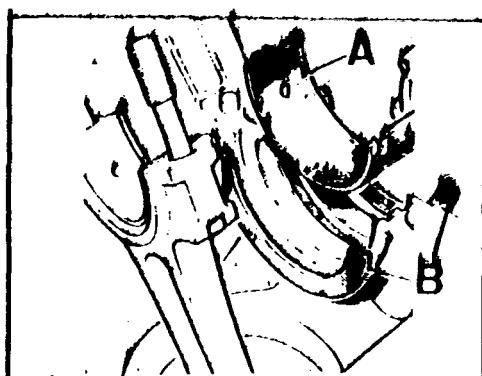
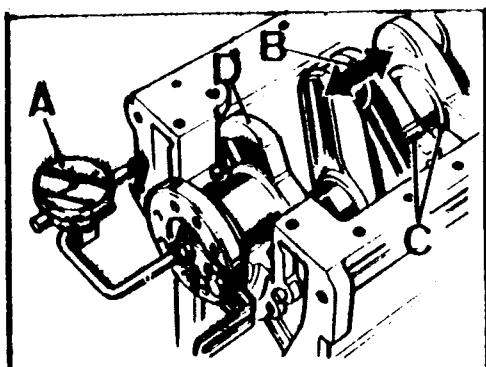

Fig. A3-97 Desmontaje de semicojinetes superiores y arandelas de empuje
Fig. A3-98 Comprobación del juego longitudinal del cigüeñal
- 1.6. Retirar el cigüeñal, los semicojinetes superiores, A (Fig. A3-97) y las arandelas de empuje, B, situadas una a cada lado del cojinete central.
- 2.3. Situar las arandelas de empuje, B (Fig. A3-97) a cada lado del cojinete central. Limpliar perfectamente las muñequillas y muñones del cigüeñal, así como los semicojinetes y lubricarlos abundantemente con aceite del motor.
- 2.4. Montar el cigüeñal e instalar en su brida un comparador de reloj, A (Fig. A3-98) por medio del soporte 530106. Medir el juego longitudinal que deberá ser de 0,05 a 0,15 mm. Si no fuera así corregir por medio de las arandelas de empuje, B (Fig. A3-97).
- 1.8. Se instalarán los semicojinetes superiores perfectamente limpios y las arandelas de empuje, B (Fig. A3-97). Montar el cigüeñal con las muñequillas limpias y secas.